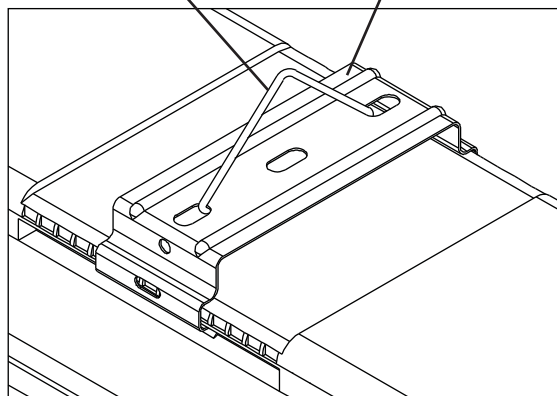

Figure 4
4. Lift fixture housing (1) to mounting brackets (6) and snap in place. **See Fig. 4.** Confirm fixture is securely mounted.
6. Install wire support arms to mounting brackets (6) by snapping into oval slots. **See Fig. 4**
7. Snap mounting bracket (6) onto back of fixture housing. **See Fig. 4**
4. Soulever le boîtier du luminaire jusqu'aux supports de montage et l'enclencher dans chaque support. Voir la figure 4. L'appareil est maintenant en place. Confirmer que le luminaire est bien monté et fixé.
4. Levante la caja de la luminaria los soportes de montaje y cierre a presión. Vea Fig. 4. Luminaria esta asegurada. Asegúrese de que el equipo esté bien montado.
6. Installer les ferrures de soutien aux supports de montage en les enclenchant dans les encoches ovales. Voir la figure 4.
7. Enclencher le support de montage au dos du boîtier de l'appareil. Voir la figure 4.
6. Instale los brazos sostenedores del alambre a los soportes de montaje cerrándolos de golpe en las ranuras ovaladas.- Veá Fig. 4
7. Cierre a golpe el soporte de montaje a la parte trasera de la caja de la luminaria. Veá Fig. 4.